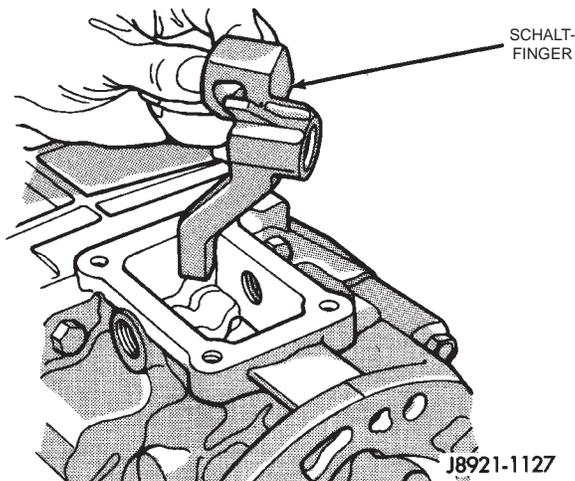

Abb. 39 Schaltfinger in Adaptergehäuse bzw. Gehäusefortsatz einbauen
(10) Den Schaltfinger in die Öffnung des Gehäuseaufsatzes von Adaptergehäuse bzw. Gehäusefortsatz einsetzen (Abb. 39). Der Schaltfinger muß dabei in die Schaltstangen eingreifen.
(11) Die Schaltwelle in die Bohrung an der Rückseite von Adaptergehäuse bzw. Gehäusefortsatz einsetzen. Den Schaltfinger auf die Schaltwelle ausrichten, die Schaltwelle in den Schaltfinger und